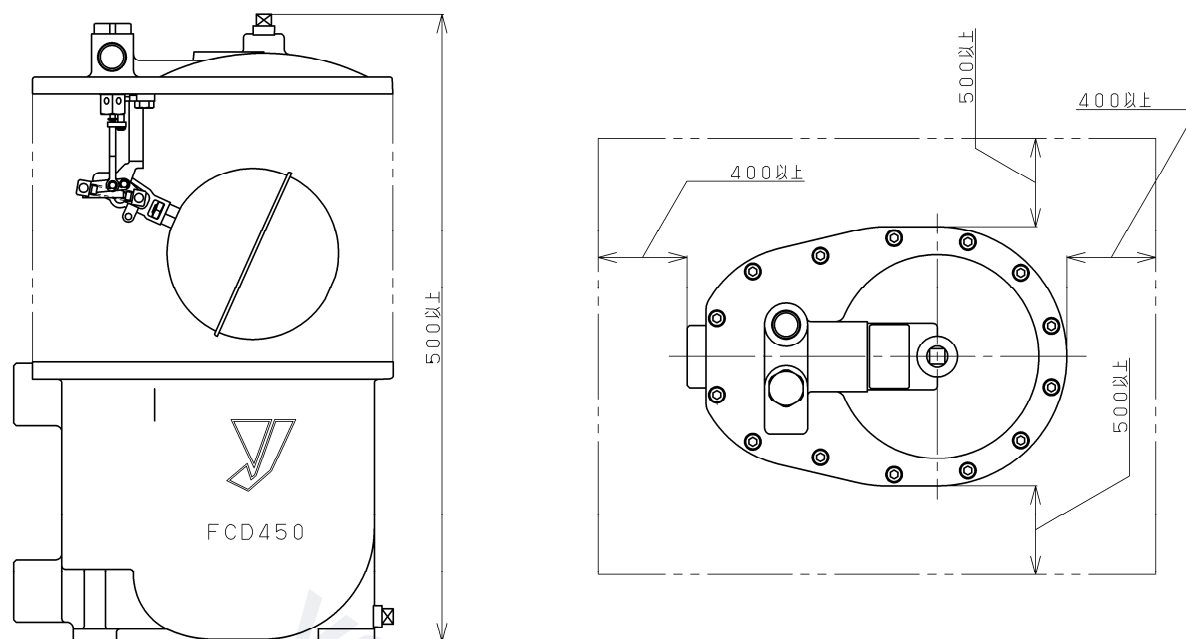

图 5：维护空间
(10) 在驱动流体为蒸汽时，请在驱动流体口配管上设置冷凝水排出用的蒸汽疏水阀。（参照 6.1 配管图例）
(11) 在拆解、修理产品时，请务必空出所需的维护空间。（参照图 5）